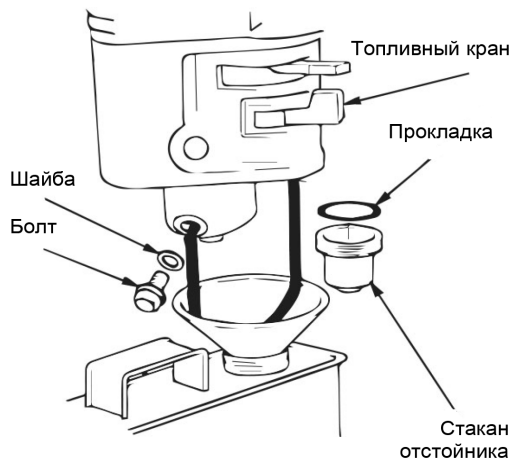

Рис. 21
8.7. Слив топлива и очистка отстойника карбюратора (рис. 21).